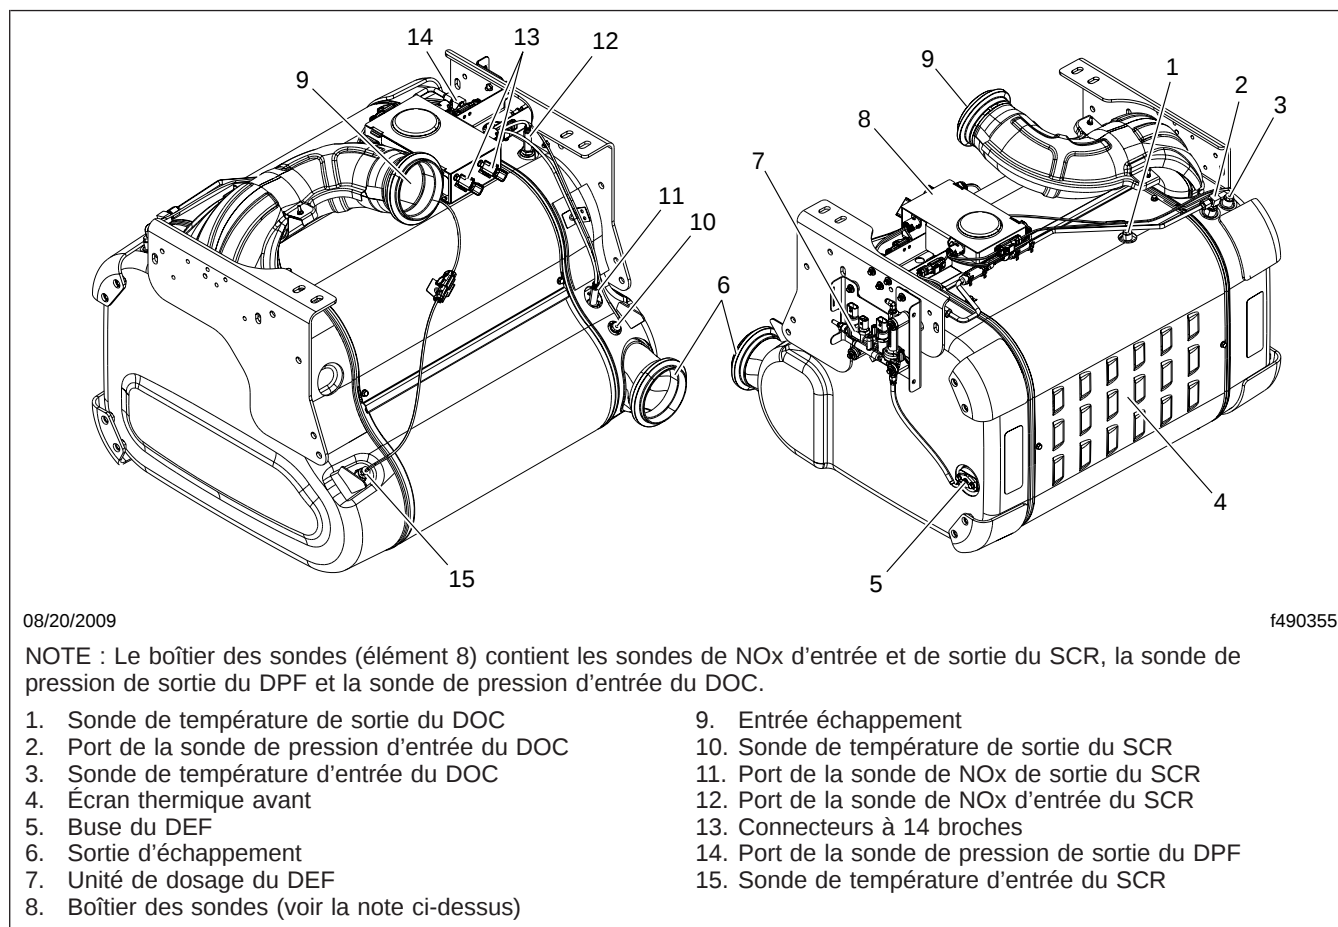
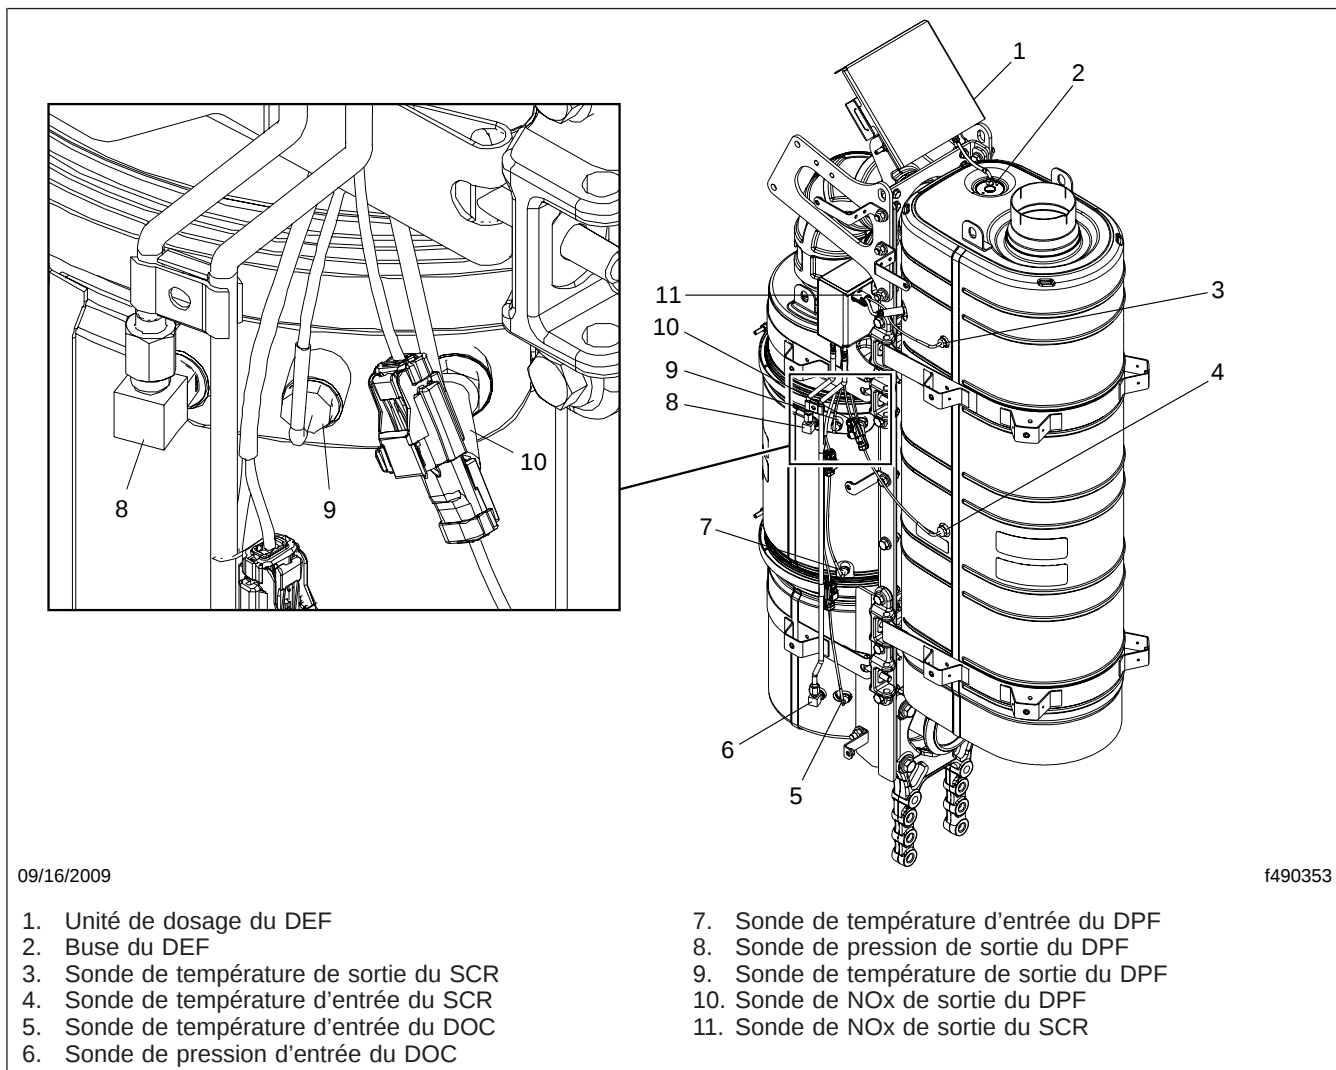
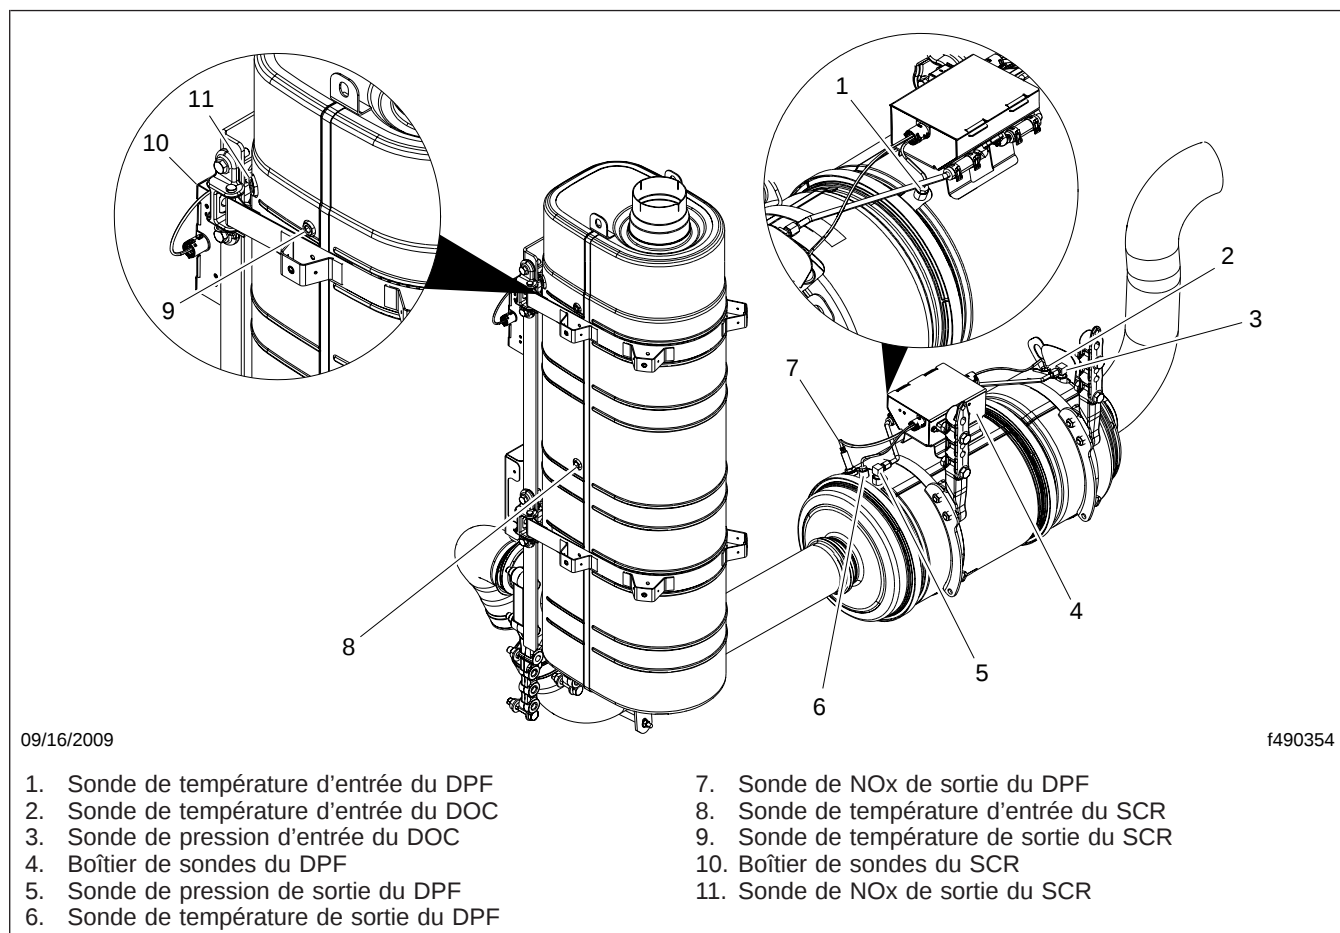

Fig. 1, Emplacements des sondes de l'ATS en un boîtier
Fig. 2, Emplacements des deux boîtiers de sondes ATS 2V2
Fig. 3, Emplacements des deux boîtiers de sondes ATS 2HV
6. Vérifiez toutes les sondes reliées à l'ATS pour vous assurer qu'ils ne présentent pas de fuite ou de câbles endommagés. Il ne doit y avoir aucune fuite. Voir la **figure 1**, la **figure 2** ou la **figure 3** pour connaître l'emplacement des sondes des STS Detroit Diesel.